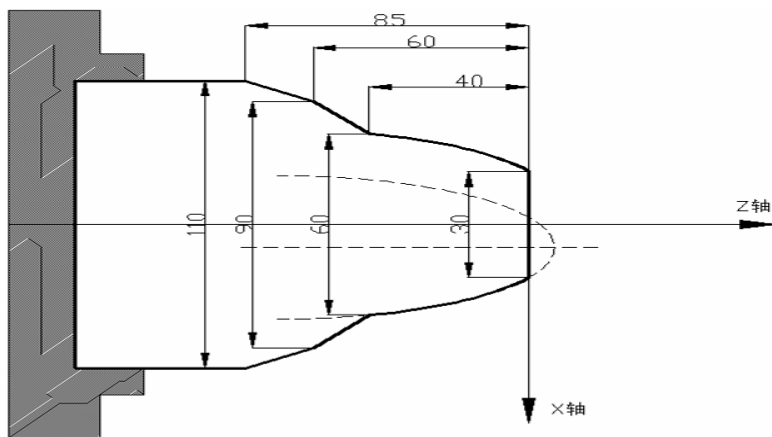

图3-32
**示例:** 假如抛物线的  $P=10\text{mm}$  (系统的最小增量为  $0.0001\text{mm}$ ), 其对称轴与 Z 轴平行, 零件的加工尺寸示意图如图 3-32 所示, 则其精加工程序可编制如下。